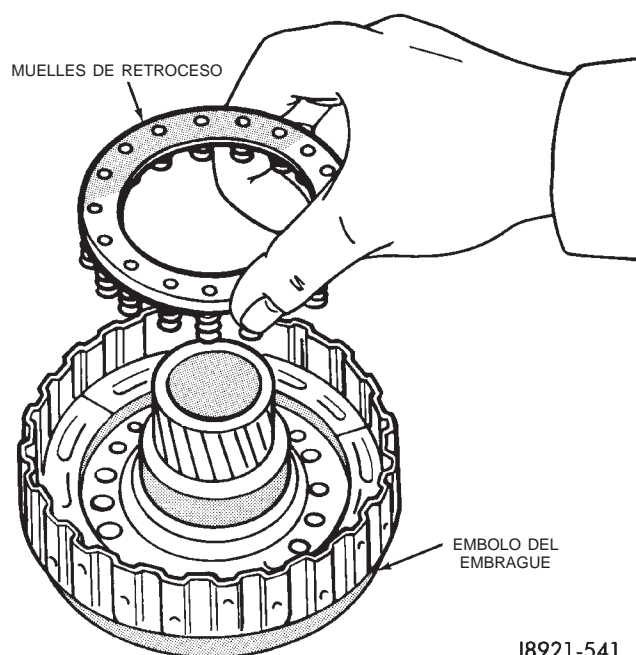

Fig. 212 Instalación de los muelles de retroceso del émbolo
(8) Verifique el tamaño del cojinete/pista de rodamiento. El diámetro externo de la pista de rodamiento es de 47,8 mm (1,882 pulg.) y el diámetro interno es de 24,2 mm (0,953 pulg.). El diámetro externo del cojinete es de 46,8 mm (1,843 pulg.) y el diámetro interno es de 26 mm (1,024 pulg.).
(9) Lubrique los anillos O nuevos del émbolo del embrague con lubricante Mopar® Door Ease o Ru-Glyde. Luego instale los anillos en el émbolo del embrague e instale el émbolo en el tambor del embrague.
(10) Instale los muelles de retroceso del émbolo en el émbolo del embrague (Fig. 212).